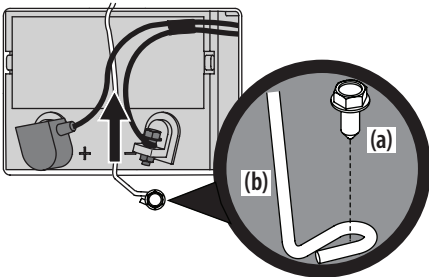

Figura 13
- Extraiga el tornillo de cabeza hexagonal con arandela (a) que sujeta el soporte de sujeción de la batería al marco (b). Luego levante el soporte de sujeción (b) de la batería para liberar la batería. Consulte la Figura 13.